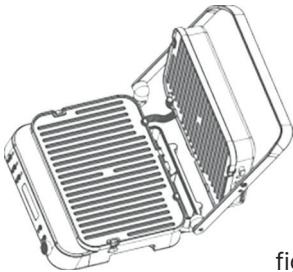
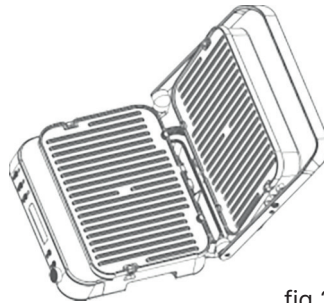
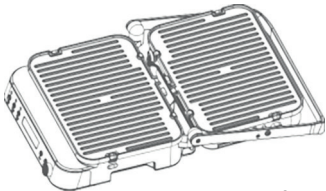

fig 1
fig 2
fig 3
5. Vérifiez que le bac d'égouttage est bien positionné à l'arrière (Fig. 2).
6. Vérifiez la bonne insertion de la sonde de température si elle est utilisée (Fig. 3).
Une fois le préchauffage terminé, utilisez la poignée pour amener le couvercle supérieur en position ouverte (fig. 1). Portez un gant de cuisine. Appuyez sur le couvercle supérieur jusqu'à ce qu'il soit au niveau de la poignée (fig. 2), puis appuyez sur la poignée et le couvercle pour le mettre en position à plat (fig. 3).